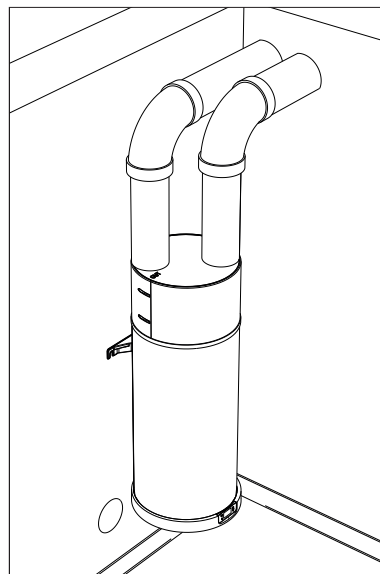

afb. 32
- Niet gekanaliseerd ("afb. 32").